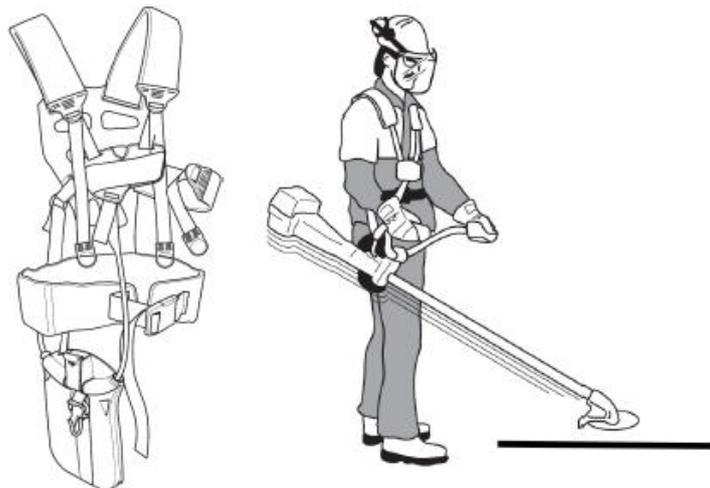

Figura 6.8. Forma del arnés y modo de trabajar con la motodesbrozadora.
- En el momento de ponerse el arnés, cuelgue la máquina del gancho de sujeción y realice el ajuste final para conseguir una postura de trabajo cómoda, con la carga de peso repartida y el disco de corte en paralelo al suelo (figura 6.8).